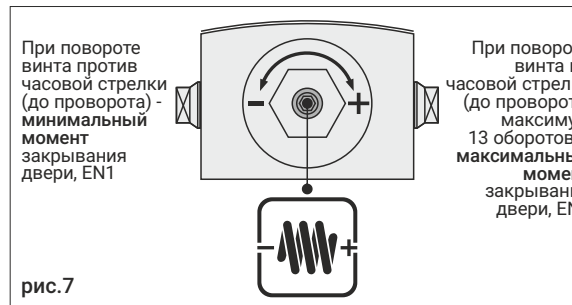

рис. 7
8. Отрегулируйте требуемую силу пружины винтом PA, всего 13 полных оборотов, рис. 7. Изменение момента закрывания PA и его влияние на характеристики дверного доводчика (допустимые вес и ширина дверного полотна, углы работы функций, максимальный угол открывания и т.д.) приведено на рис. 8.